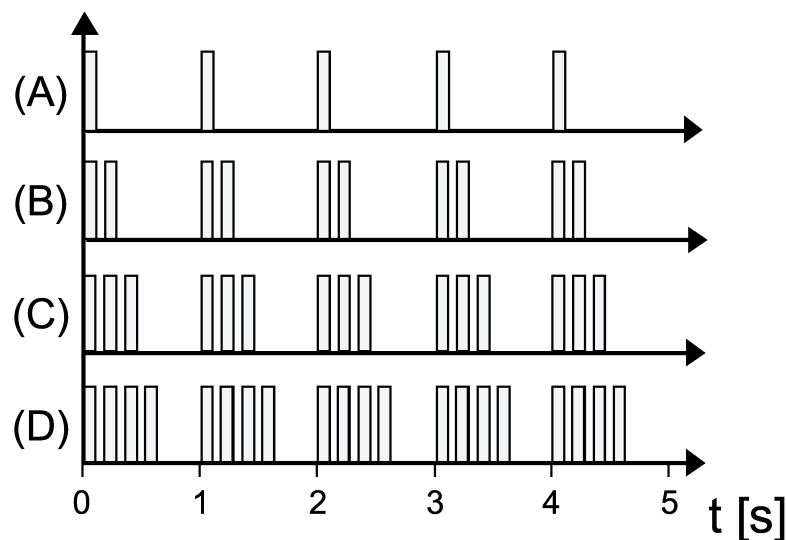

Figure 11: Signalisation LED des modes de service
Le mode de service réglé actuellement apparaît sous forme de clignotement de la LED (2) (figure 11).